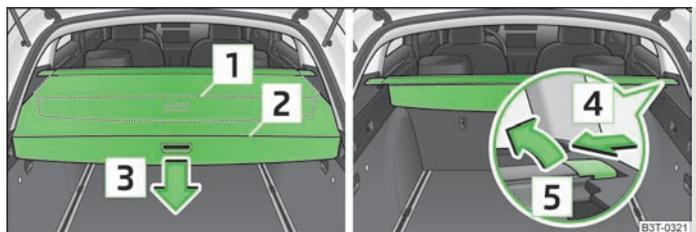

Fig. 70 Bagagliaio: cappelliera avvolgibile / estrazione della cappelliera avvolgibile
► Tirare la cappelliera avvolgibile nella posizione di sicurezza sino al completo innesto » fig. 70.
► Premere la copertura nell'area della maniglia nella direzione indicata dalla freccia » fig. 70, la copertura si avvolgerà automaticamente nella posizione . Premendo nuovamente, la cappelliera si arrotola completamente.
► Per il trasporto di bagagli ingombranti sarà possibile smontare completamente la cappelliera arrotolata, premendo sul lato della barra trasversale secondo il verso indicato dalla freccia » fig. 70 e quindi estrarre la cappelliera con un movimento nella direzione indicata dalla freccia .
- Aprire il portellone bagagliaio. La cappelliera avvolgibile si arrotola automaticamente in posizione » fig. 70.